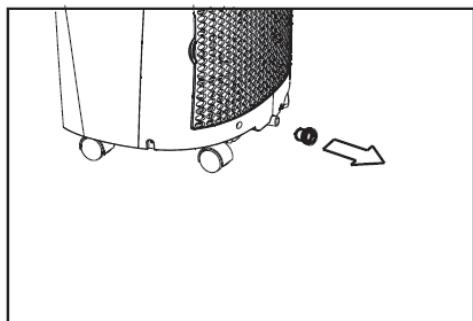

Abb. 23*
- Wenn der Wasserstand in der Bodenwanne ein bestimmtes Niveau erreicht, gibt das Gerät 8 Pieptöne ab und am Display erscheint "P1". Der Klimatisierungs- / Entfeuchtungsprozess stoppt sofort. Der Lüftermotor läuft jedoch weiter (das ist normal). Bewegen Sie das Klimagerät vorsichtig zu einer Stelle, wo Sie den Drainagegestöpsel entfernen und das Wasser abfließen lassen können (Abb. 23*). Schalten Sie das Gerät neu und die Anzeige P1 verschwindet. Wenn der Fehler weiter auftritt, rufen Sie bitte den Servicedienst.
- Entfernen Sie den Stöpsel am Bodenwannenkondensatablauf, um das Wasser abzulassen (Siehe Abb. 23*)